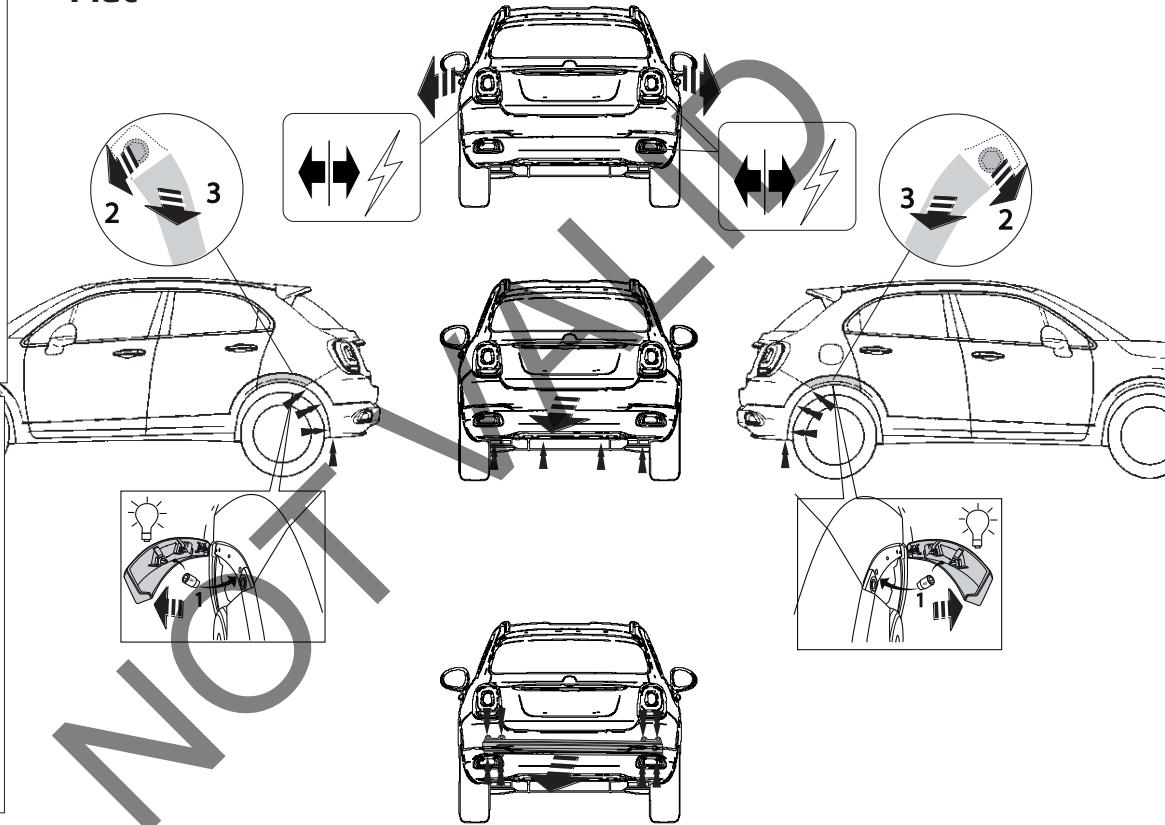

Fig. 1
1. Снять оба блока задних фар. Снять бампер вместе со буферным бруском автомобиля. Буферный брус больше не понадобится. См. рисунок 1, 1а.